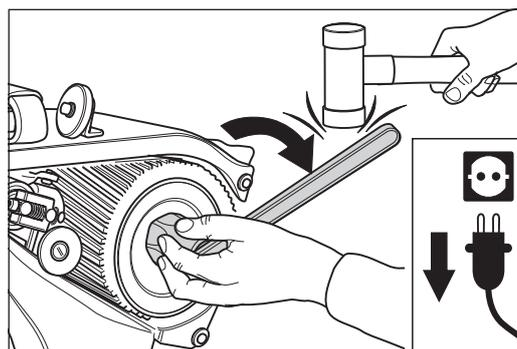

Fig. 39 Afloje la tuerca de rodillo (**¡Rosca a izquierdas!**), en su caso, dándole un golpe amortiguado. **¡Nunca utilice un martillo de acero!**
- 4 Abra las tuercas del rodillo con la llave para rodillos. Asegúrese de que la tuerca del rodillo posee una rosca a izquierdas (Fig. 39). En su caso, tome como ayuda un martillo protector. **¡Nunca utilice un martillo de acero!**